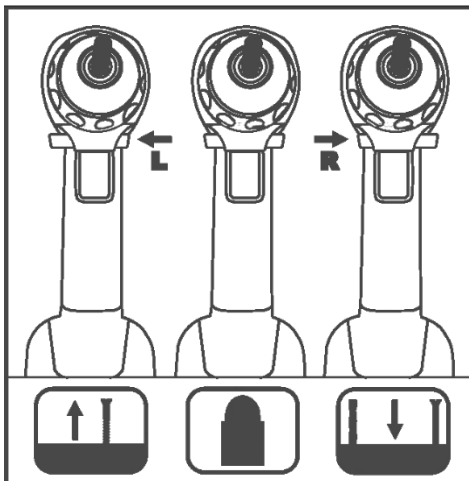

Рисунок 2
2.3.8 Перемикач реверсу (напряму обертання шпинделя) (4) дозволяє змінювати напрямки обертання патрона при виконанні операцій загвинчування/вигвинчування шурупів і гвинтів (див. рисунок 2).